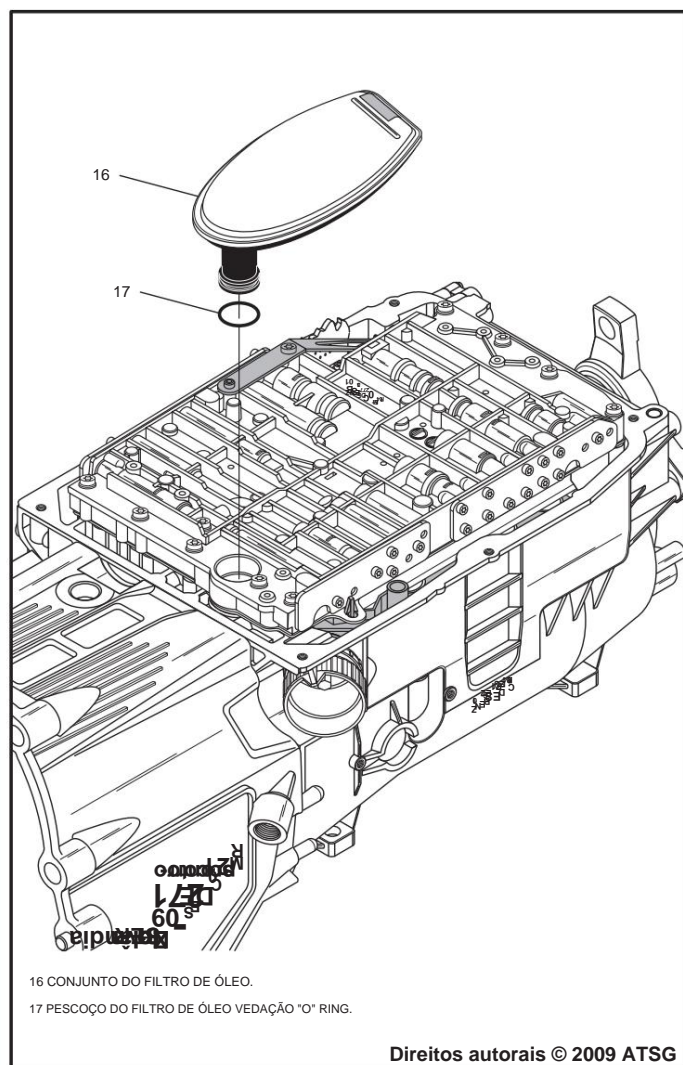

Figura 46
18. Remova o filtro de óleo puxando-o para cima, conforme mostrado na Figura 46 e descarte o filtro e o Anel de vedação "O".